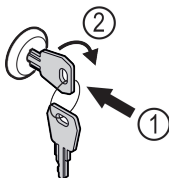

Fig. 141 Ilustrační zobrazení
- Klíč zasuňte dovnitř Fig. 141 (1).
- Otáčejte klíčem o 90° ve směru hodinových ručiček Fig. 141 (2).